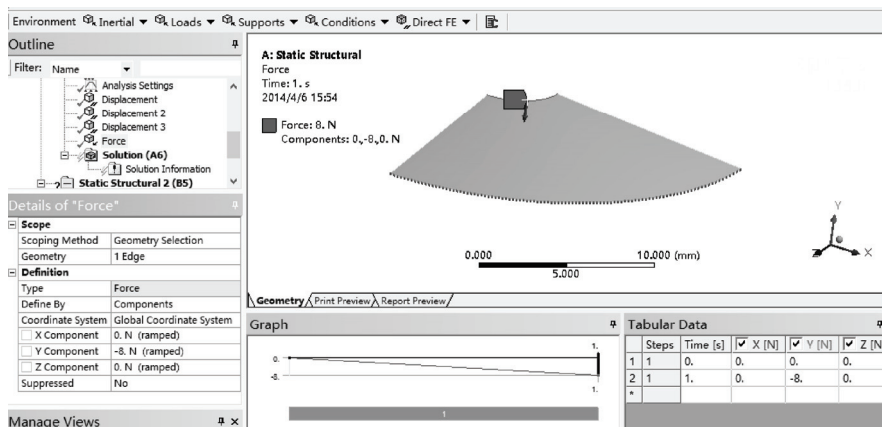

图 7-21 Y 向力载荷
7) 选中 Force, 选择需要施加压力的内圆边缘, 单击 Details of “Force” 细节窗口 Geometry 选项下的 Apply 按钮, 同时设置 Y Component 为-8N, 如图 7-21 所示。